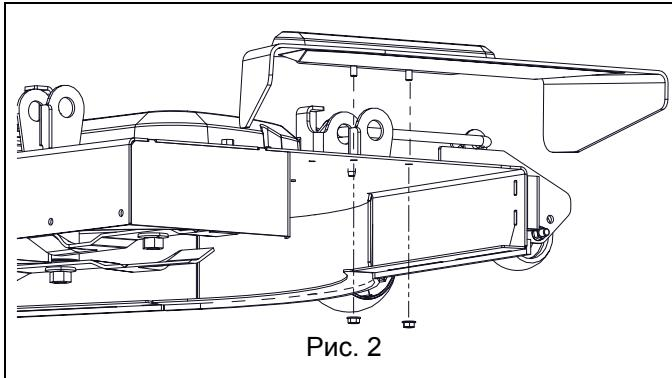

Рис. 2
4. Снимите две стопорные гайки с верхним фланцем 5/16" с блока выпускного желоба и снимите выпускной желоб. Сохраните все детали для работы без комплекта для мульчирования. См. Рис. 2.